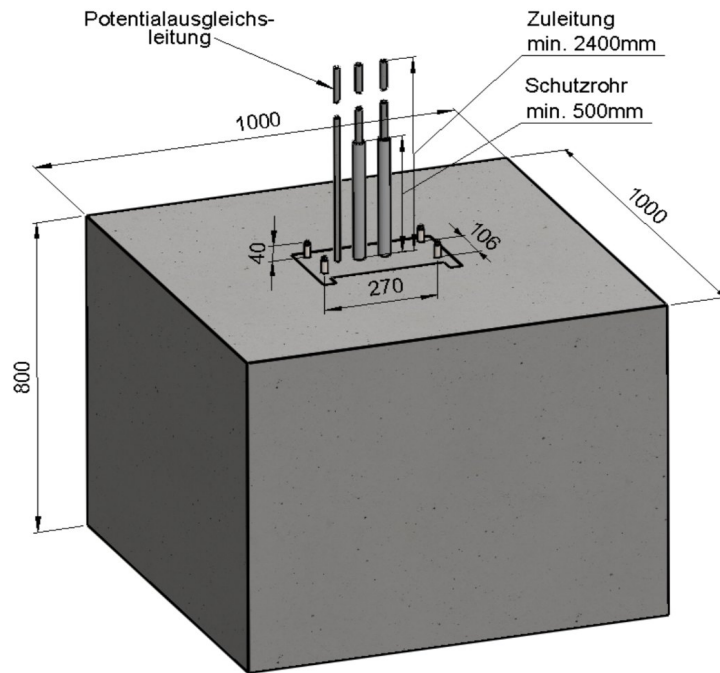

Abb. 5: Aufbau des Säulenfundaments
Voraussetzung für die Montage der Schlüsseldepotsäule SDS950-1 ist, dass ein Fundament aus Beton in den Maßen 1000 mm x 1000 mm x 800 mm eben und nach allen Seiten in Waage ausgerichtet, vorbereitet ist (siehe Abb. 5).
Die Positionierung der Säule auf dem Fundament sollte mittig erfolgen. Die Richtmaße sind Abb. 5 zu entnehmen.
- Es sind, wie in Abbildung 5 dargestellt, 4 Löcher mit einem Durchmesser von 14 mm und einer Bohrlöchtiefe von 110 mm im Abstand von 270 mm x 106 mm auf der Fundamentoberseite einzubringen.